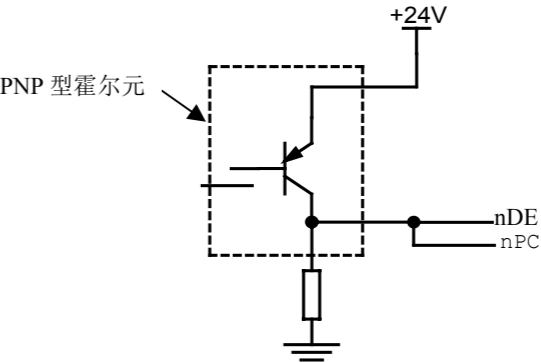

图 2-10 用 PNP 型霍尔元件的连接
c) 用一个 PNP 型霍尔元件既做减速信号又做零点信号时的连接方法如下图 2-10 所示：